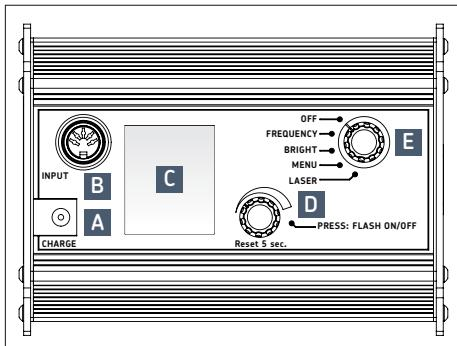

Fig. 1: Estroboscopio SKF TKRS 41
5.1 Conectores (\rightarrow fig. 1)
1. Cargue el dispositivo: conecte el cargador en el puerto CHARGE (A) situado en la parte posterior del dispositivo (\rightarrow fig. 1).
2. Dirija el dispositivo hacia un objeto en movimiento y enciéndalo. Gire el interruptor selector (E) una muesca hacia la izquierda hasta la posición "FREQUENCY" (frecuencia).